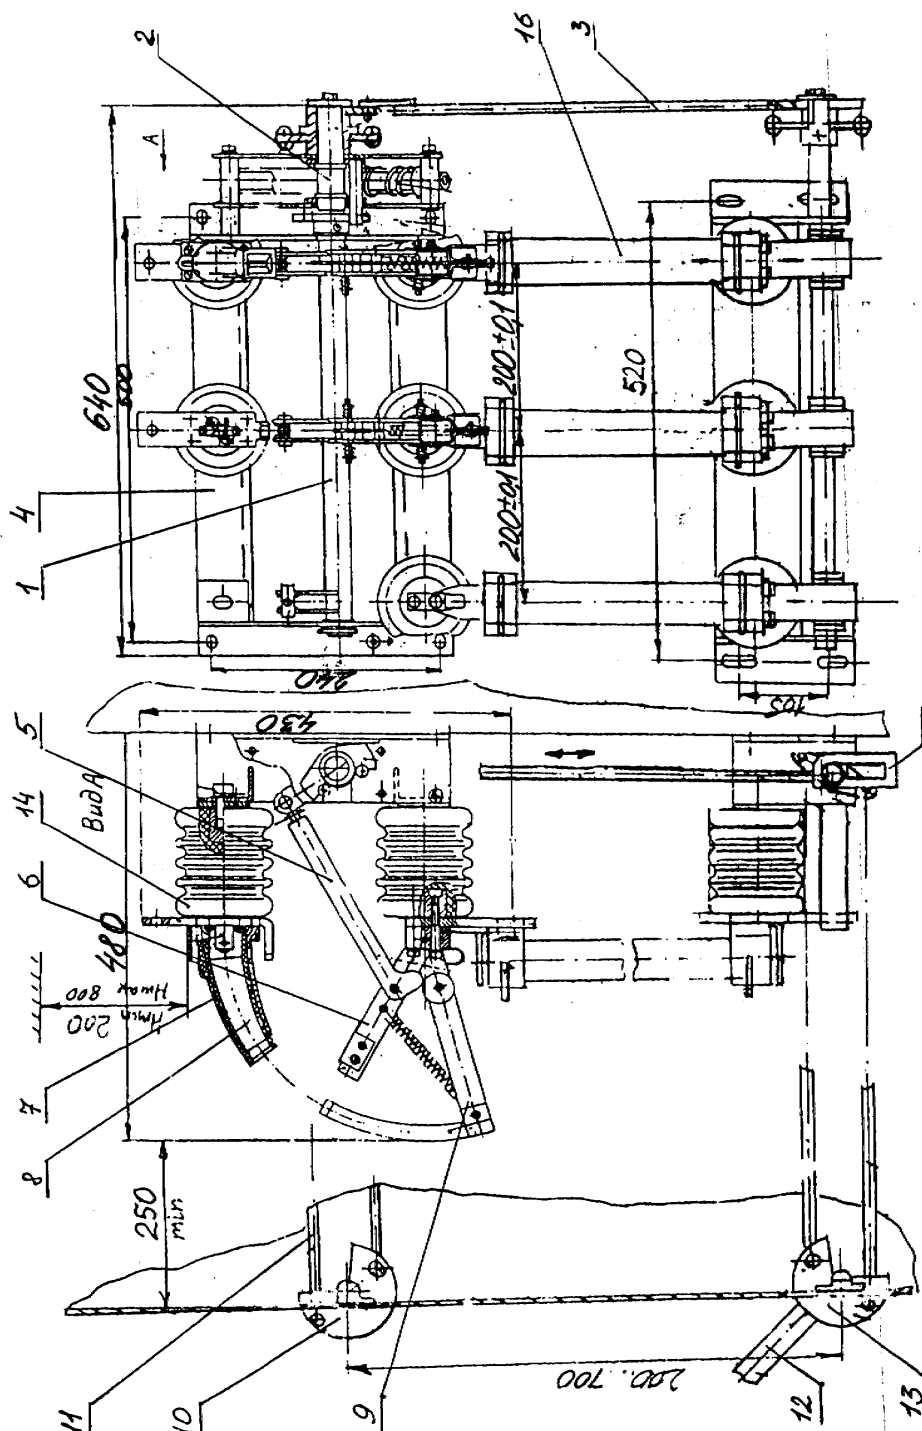

Рис.1 Выключатель нагрузки серии ВНБ-10УЗ
Выключатель состоит (рис. 1) из сварной рамы (1) с установленными на ней приводами включения-отключения основных контактных ножей (2), приводного вала основных контактных ножей (4), опорных изоляторов (14).